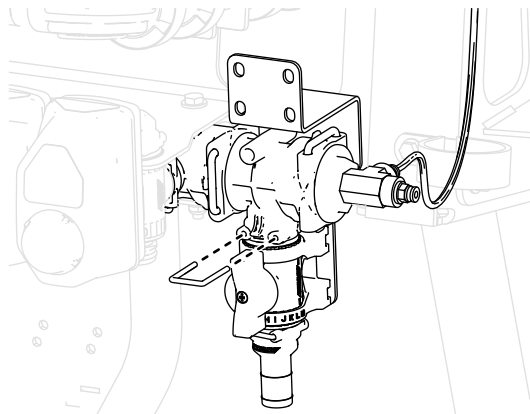

Bild 35
12. Verbinden Sie die Regelventilbaugruppe am T-Verteiler am Ende des Ventilabschnitts, indem Sie den mitgelieferten Halter verwenden (Bild 35).